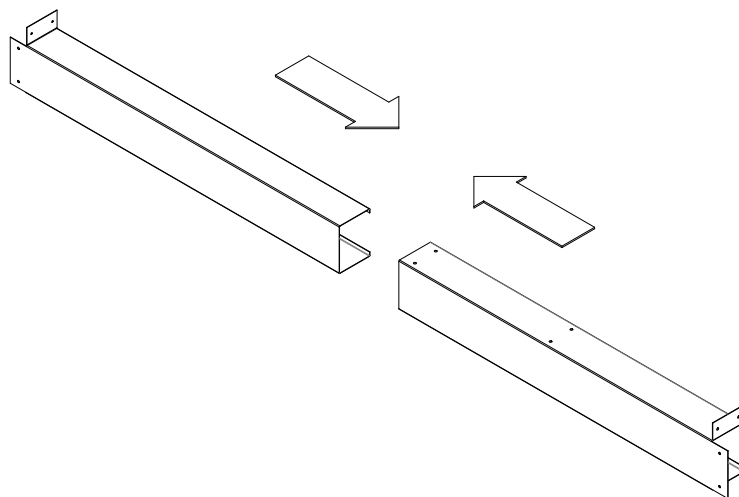

Figure 29: Assemblage de poteaux en acier
- Prenez les deux montants en acier et glissez-les l'un dans l'autre. Les rebords de chaque pièce doivent être à l'extrémité de l'assemblage, ainsi que vers le haut, comme illustré à la Figure 29.